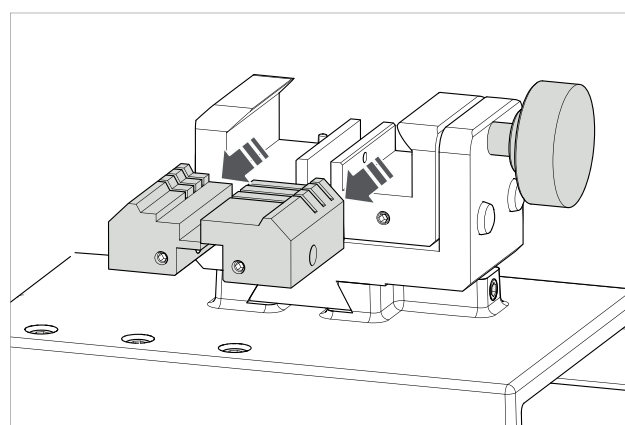

Fig. 54
- 3) Duw met de vingers vanaf de achterkant van de spanbek tegen de klauwplaat die u wenst te verwijderen. Duw hem naar uzelf toe en verwijder hem (Fig. 54).